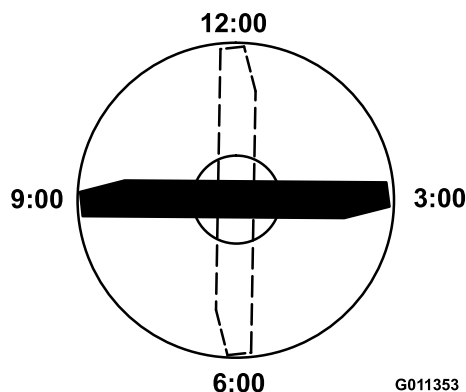

図 72
5. 印の付いている端部を3時の位置と9時の位置に向けて図 72それぞれ高さを測定する。